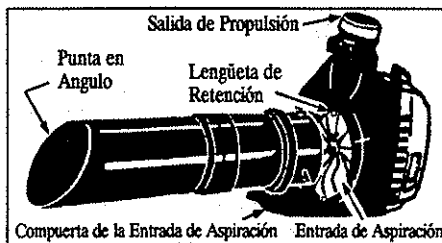

Figura 6
- Mantenga abierta la compuerta de la entrada de aspiración y alinee las ranuras en el tubo de aspiración superior con las lengüetas de retención dentro de la abertura de aspiración. Figura 6. Introduzca el tubo de aspiración superior hacia la derecha (en el sentido del reloj) hasta que las piezas se fijen en posición.
- Junte los tubos de aspiración alineando la punta cortada en ángulo del tubo de aspiración inferior no entre más en el tubo de aspiración superior, es decir, unos 7,5 cm (3"). Figura 6.
**AVISO:** Observe que la punta inferior del tubo de aspiración inferior está cortada en ángulo. Asegúrese de que la punta en ángulo esté alineada con la salida de propulsión como se ve en la Figura 6.